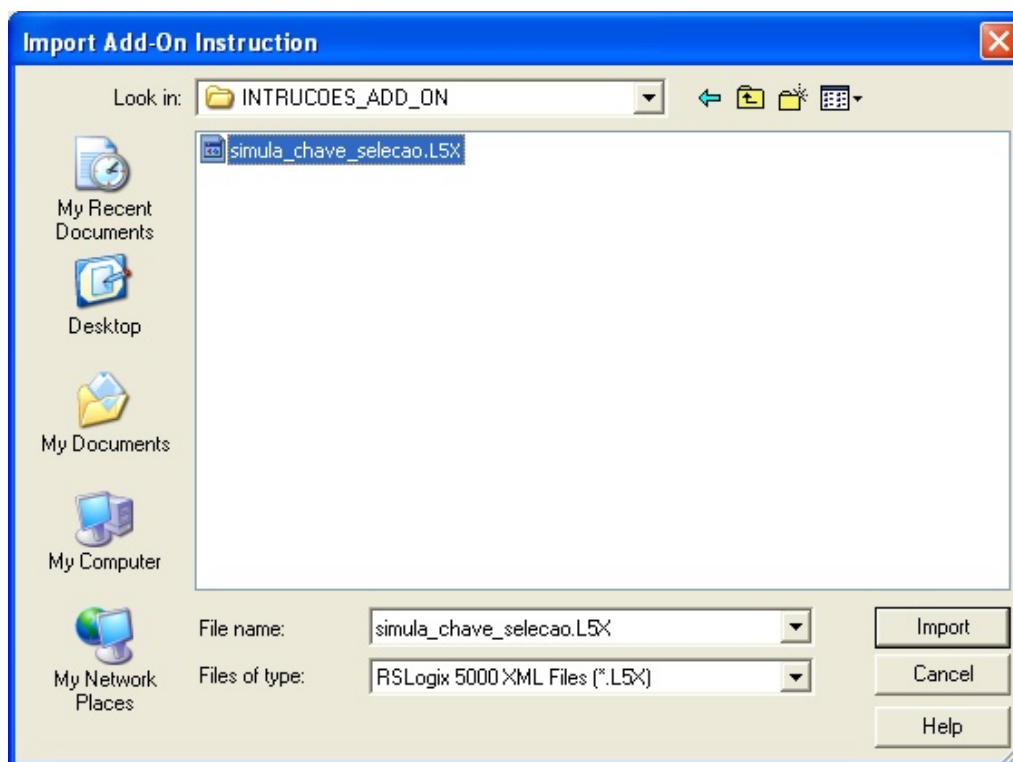

Figura 2: Selecionando o arquivo de importação
- 2.2 Na janela que se abrir, navegue até *C:\Usuários\automacao\lab_inf_ind\INSTRUCOES_ADD_ON* e selecione o arquivo “*simula_chave_selecao.L5X*” como mostrado na figura 2: